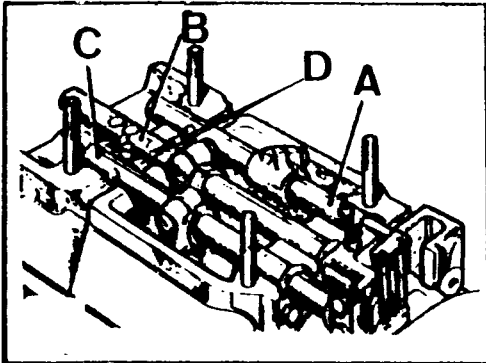

Fig. C-84 Extracción de los ejes selectores
- 1.5. Llevar el eje selector de 3a-4a, A (Fig. C-84) a la posición de 3a velocidad es decir, hacia atrás y retirar el eje selector.